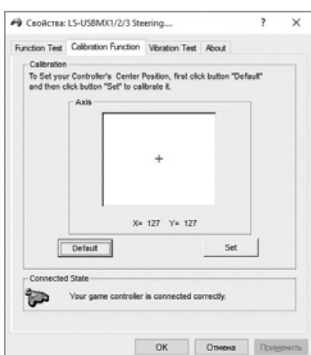

Рис. 10
- Во вкладке «Calibration» можно отцентровать положение руля (рис. 10). Для этого нужно установить рулевое колесо в среднее положение, затем нажать «Default» и «Set». После калибровки необходимо нажать «Принять» или «Ок» в нижней строке этого окна, чтобы сохранить изменения.